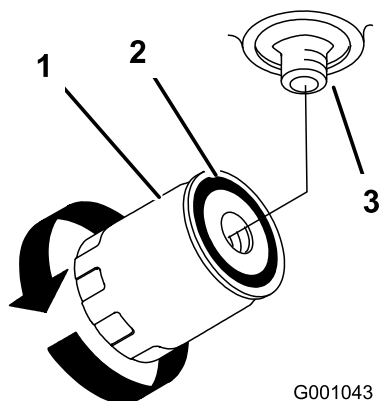

Figure 71
4. Déposez le filtre usagé et essuyez la surface du joint de l'adaptateur (Figure 71).
7. Tournez le filtre dans le sens horaire jusqu'à ce que le joint touche l'adaptateur, puis donnez 1/2 tour supplémentaire (Figure 71).